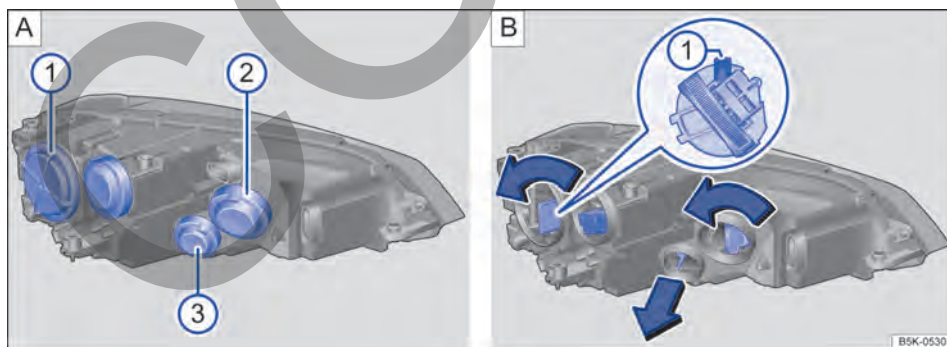

Fig. 162 En el vano motor: tapas en el faro izquierdo: ① luz de cruce, ② luz de carretera, luz de posición y luz de conducción diurna, ③ intermitente.
→ fig. 162
- ⑤ Sustituya la lámpara averiada por otra nueva del mismo tipo.
- ⑥ **Luz de cruce** ①: Coloque el portalámparas en el faro con la pestaña de encastre hacia arriba → fig. 162 B ① y gírelo en el sentido de las agujas del reloj hasta el tope.